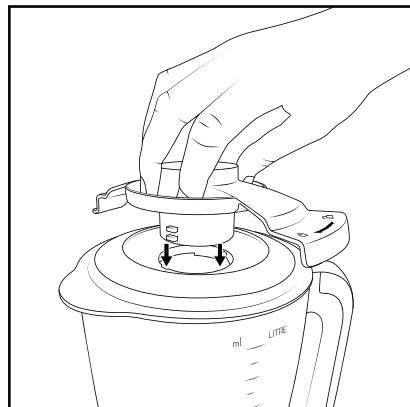

Fig. 2
- Coloque el bloqueo de la tapa 14 de forma que los encastres del bloqueo de la tapa 14 se deslicen por los alojamientos de la tapa de la batidora 15. La pestaña ancha con los símbolos de candados (6 7) debe apuntar hacia la escala europea (ml/litros) (fig. 2).